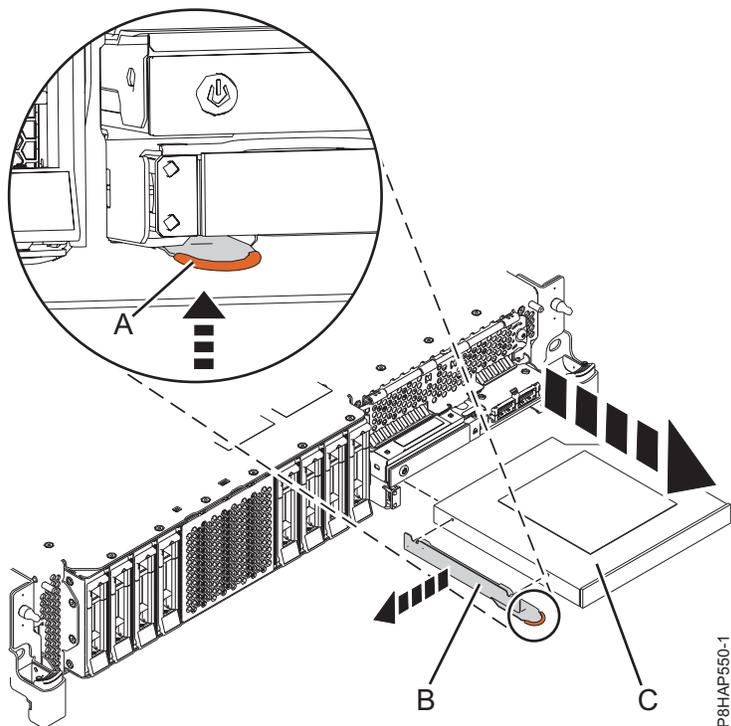
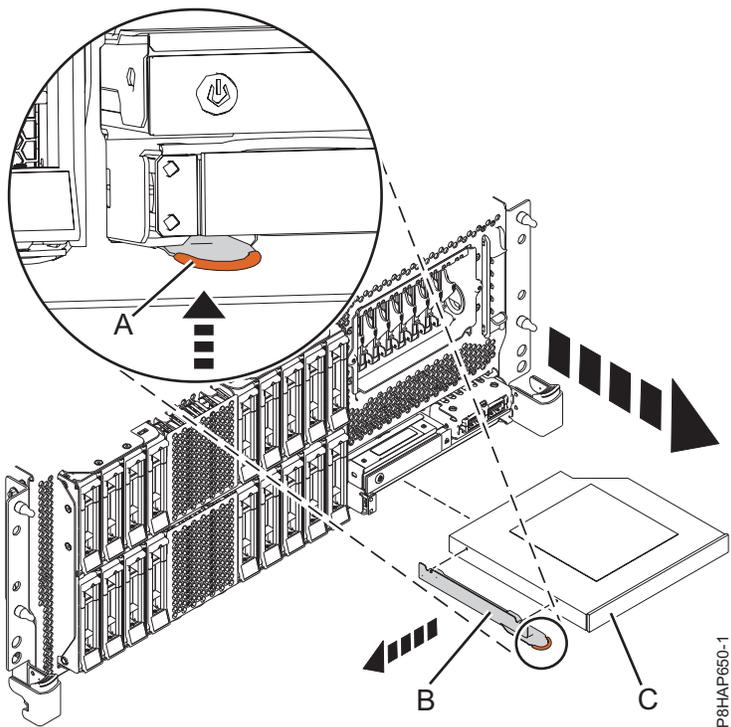
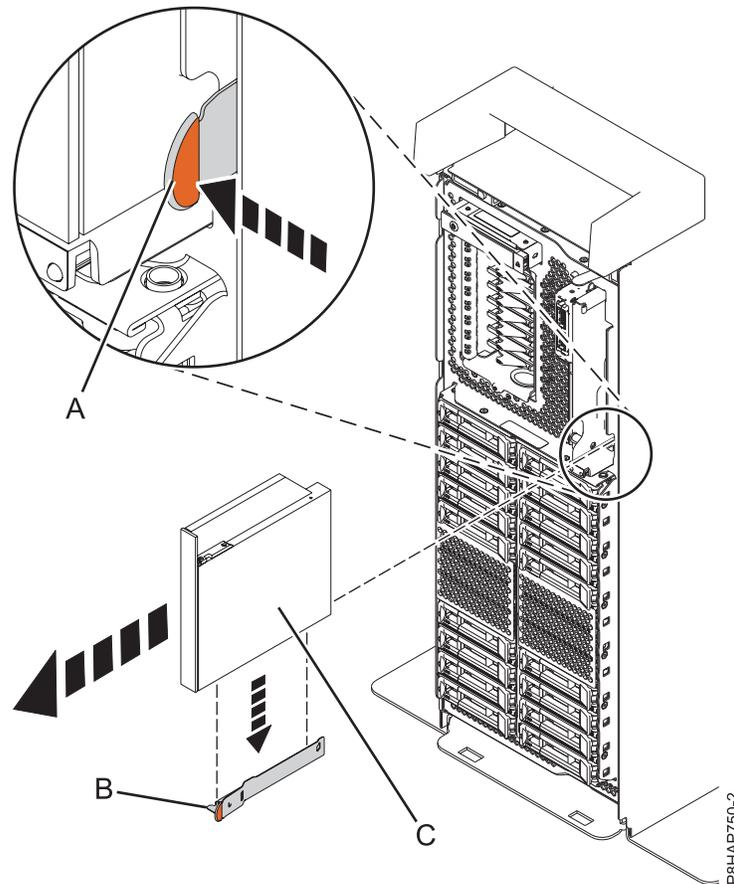

Figura 30. Remover um Dispositivo de suporte Slimline de um sistema 8284-21A ou 8284-22A
Figura 31. Remover um Dispositivo de suporte Slimline de um sistema montado em bastidor 8286-41A ou 8286-42A
Figura 32. Remover um Dispositivo de suporte Slimline de um sistema autónomo
Para um sistema 8284-21A ou 8284-22A, consulte Figura 30, para um sistema montado em bastidor 8286-41A ou 8286-42A, consulte Figura 31 ou para um sistema autónomo 8286-41A, consulte Figura 32 na página 41.
6. Puxe o dispositivo de suporte Slimline (C) para fora do sistema, na direcção demonstrada em Figura 30 na página 40, Figura 31 na página 40 ou Figura 32.
7. Se estiver a remover o Dispositivo de suporte Slimline como parte de outro procedimento de assistência, não remova o suporte de fixação (B) do Dispositivo de suporte Slimline.
8. Se estiver a remover o Dispositivo de suporte Slimline avariado e a substituir por um novo Dispositivo de suporte Slimline, terá de remover o suporte de fixação (B) para utilizar com o novo dispositivo de suporte de dados. Remova o suporte de fixação ao agarrar o ponto para manuseamento terracota e ao puxá-lo para fora do dispositivo de suporte de dados conforme demonstrado em Figura 30 na página 40, Figura 31 na página 40 ou Figura 32.
9. Armazene o suporte de fixação (B) num local seguro.